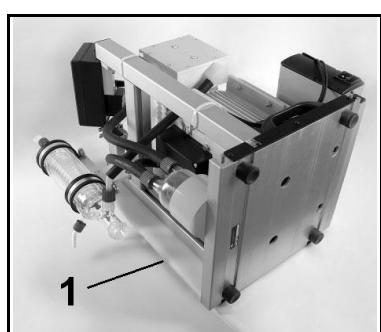

Abb. 26: Aufstellen des Vakuumsystems für Membranwechsel
1. Das gesamte Vakuum-System so hinlegen, dass es auf einer Stirnseite aufliegt und ein Pumpenkopf nach oben weist (siehe Abb. 26). Dazu:
Gewechselte Membrane und Ventilplatten/Dichtungen	<p>→ Sicherstellen, dass Passscheiben auf das Membrangewinde aufgesteckt wurden.</p> <p>→ Kopfverschaltung und Schlauchverbindungen auf Dichtigkeit prüfen.</p> <p>→ Eventuell die äußeren Schrauben (Abb. 24/4 bzw. Abb. 26/8) der Druckplatte vorsichtig über Kreuz anziehen.</p>